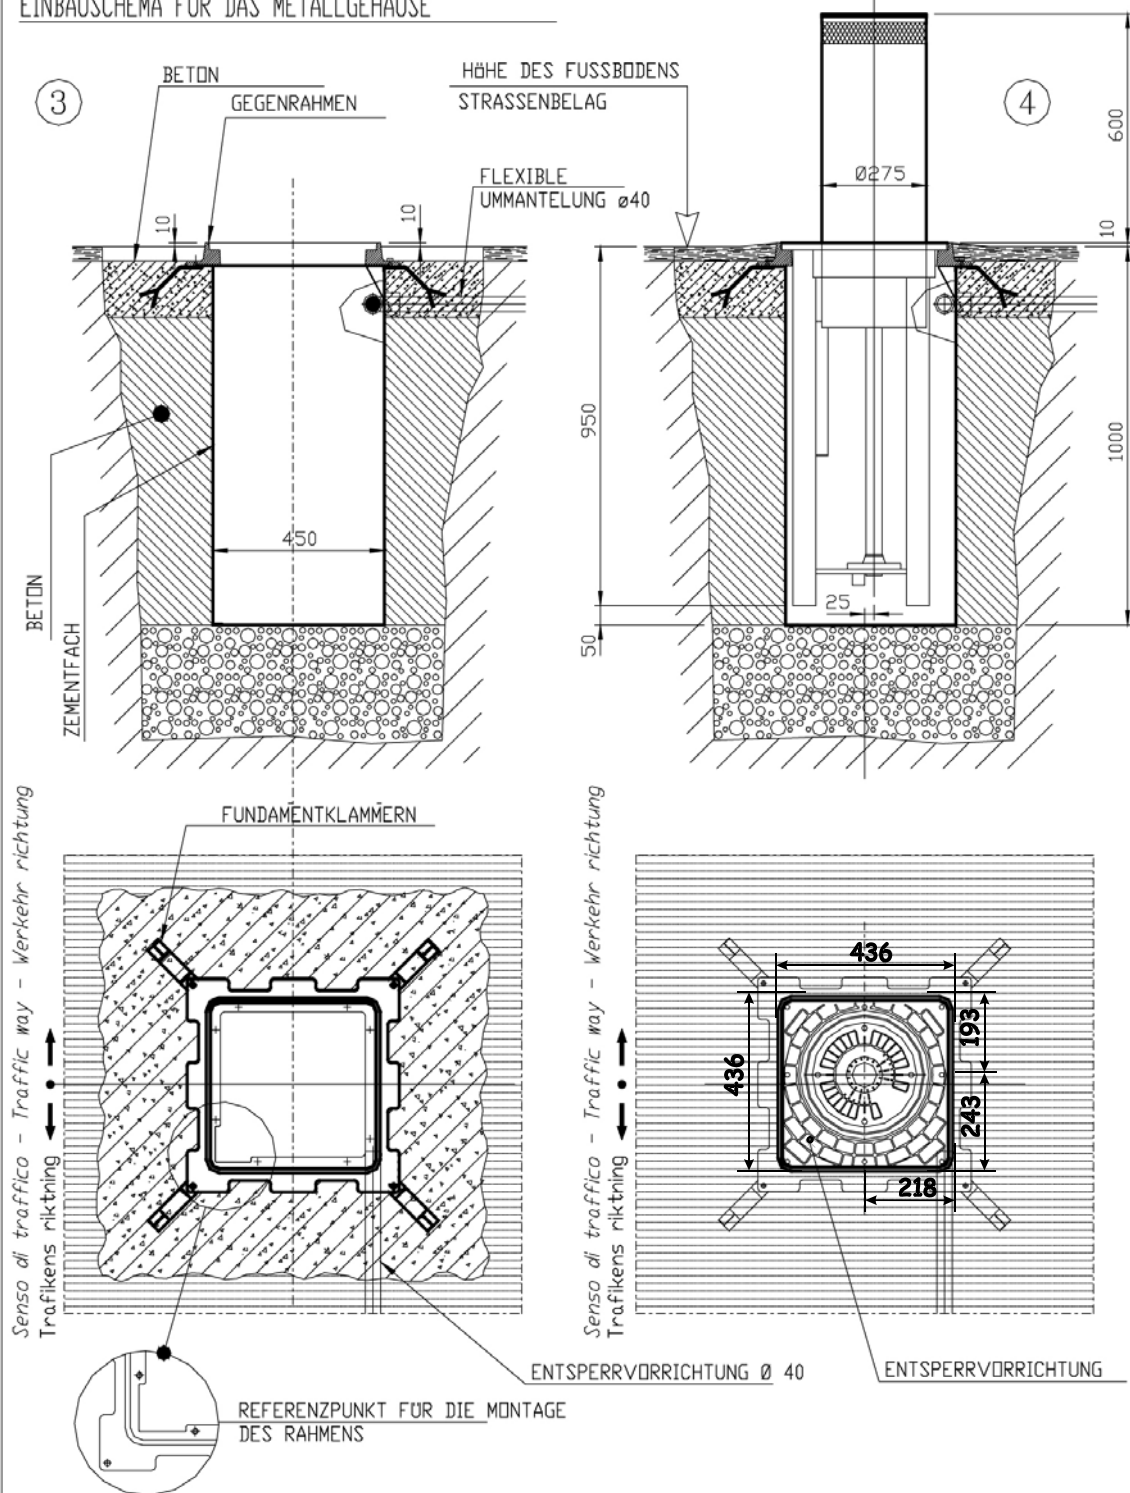
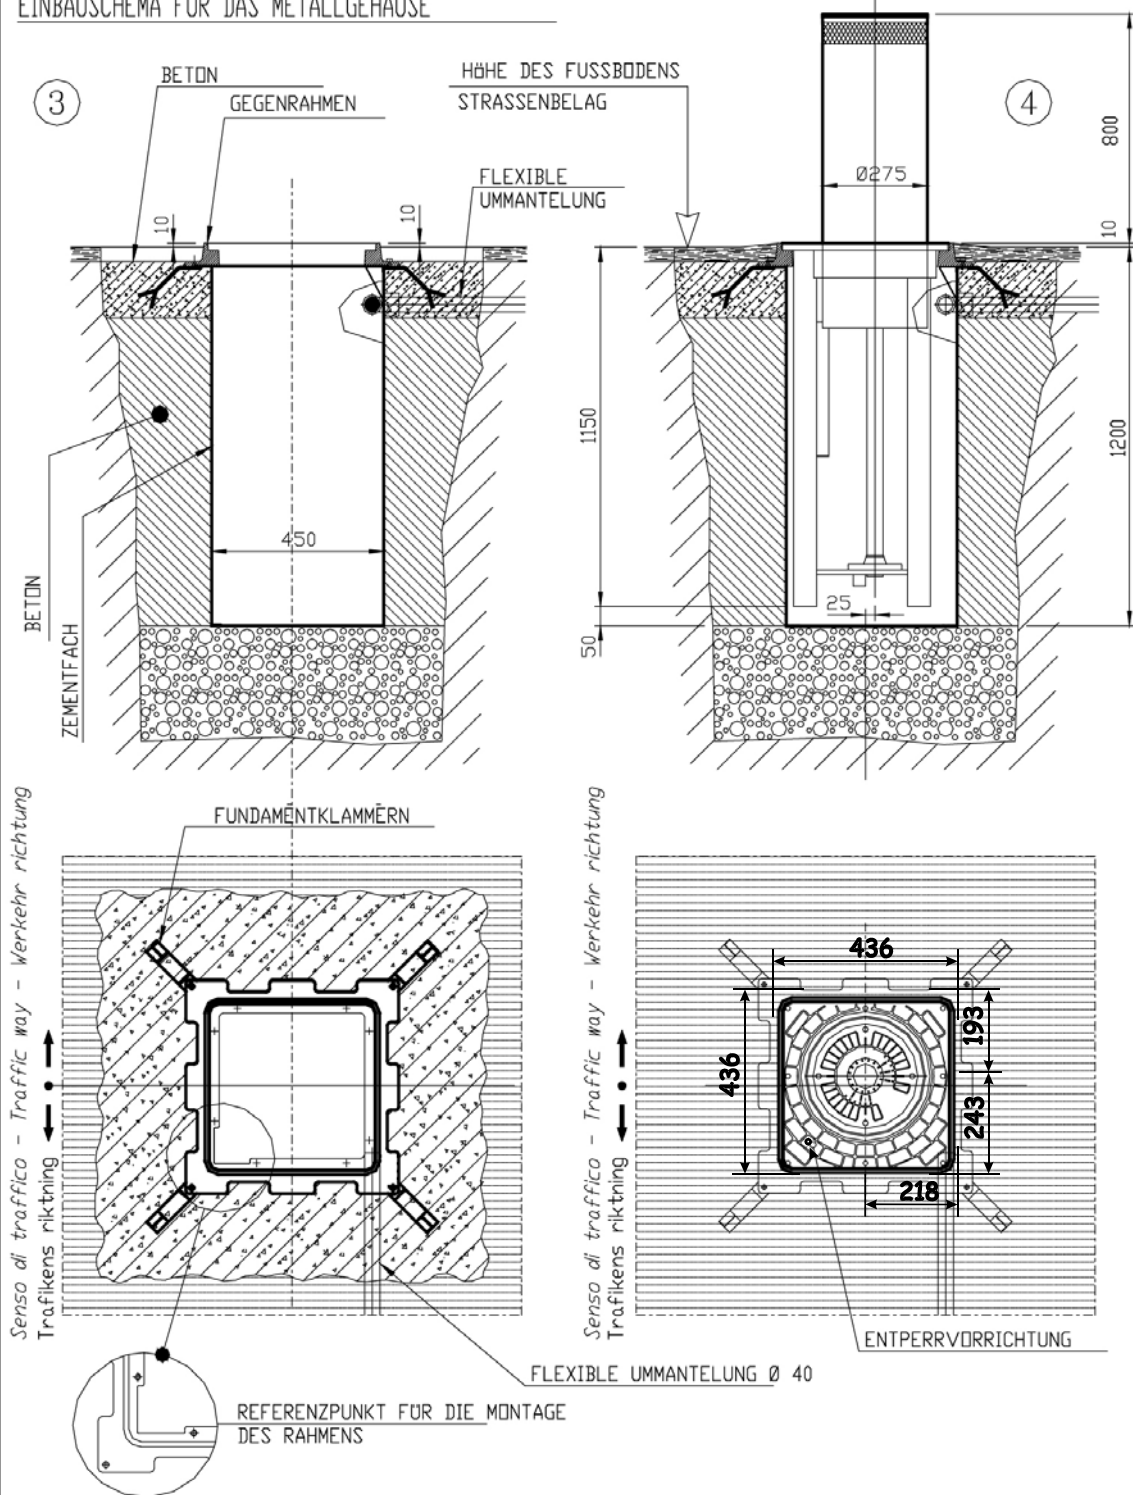

Abb. 3
Abb. 4
- 7) Beton um den Einfahrtschacht bis zu einer Höhe von etwa 10 cm vom Fußboden einfüllen und dabei darauf achten, dass die im Lieferumfang des Schachts enthaltenen Klammern entsprechend positioniert sind. Wenn der Einfahrtschacht eingebaut ist, den Straßenbelag mit demselben Material fertigstellen (Abb. 3 und Abb. 4).